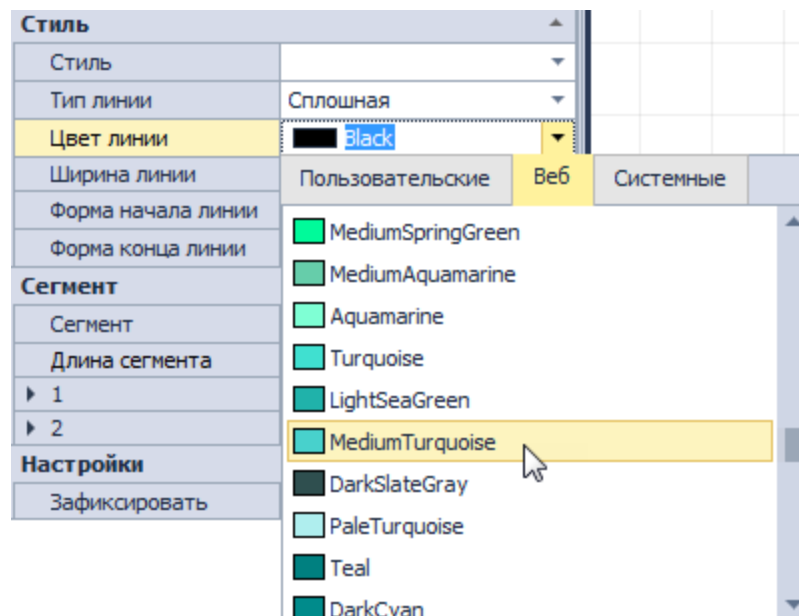

Рис. 362 Выбор цвета линии
- Цвет линии – выпадающий список с выбором цвета линии, Рис. 362;